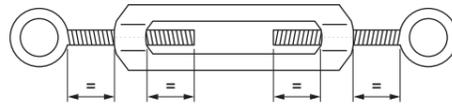

Fig. 3
- Regular o esticador XY2-CZ404 para o ponto central. (Fig.3)
- Justera vantskruven XY2-CZ404 till mittpunkten. (Fig. 3).
- Stel de kabelspanner XY2-CZ404 in op het middelpunt. (Fig. 3).